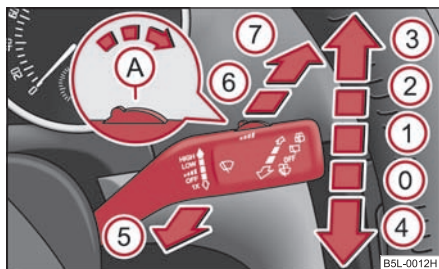

Fig. 70 Maneta de acționare a ștergătoarelor de parbriz
Maneta de acționare a ștergătoarelor ⇒ fig. 70 are următoarele poziții:
- Când ștergătoarele funcționează încet ② sau rapid ③ ⇒ pagina 68, fig. 70 și viteza de deplasare se reduce sub 4 km/h, se va comuta automat pe o treaptă imediat inferioară. La creșterea vitezei peste 8 km/h se va relua ștergerea existentă anterior.
- Aduceți maneta în poziția **(2)** ⇒ pagina 68, fig. 70. La o viteză mai mare de 5 km/h și în regim de funcționare continuă a ștergătoarelor de parbriz în poziția **(2)**, procesul de spălare se repetă la fiecare 30 secunde.
- Aduceți maneta în poziția **(3)** ⇒ pagina 68, fig. 70. La o viteză mai mare de 5 km/h și în regim de funcționare continuă a ștergătoarelor de parbriz în poziția **(3)**, procesul de spălare se repetă la fiecare 10 secunde.
Pentru spălarea farurilor, după fiecare prima și a cincea spălare a parbrizului se vor spăla și farurile; pentru aceasta farurile trebuie să fie aprinse și maneta de acționare a ștergătoarelor de parbriz trebuie să fie menținută cca. 1 secundă în poziția **(5)** ⇒ pagina 68, fig. 70.
- Apăsați apoi în interval de 10 secunde maneta ștergătoarelor în poziția ④ ⇒ pagina 68, fig. 70 - brațele ștergătoarelor adoptă poziția de service.